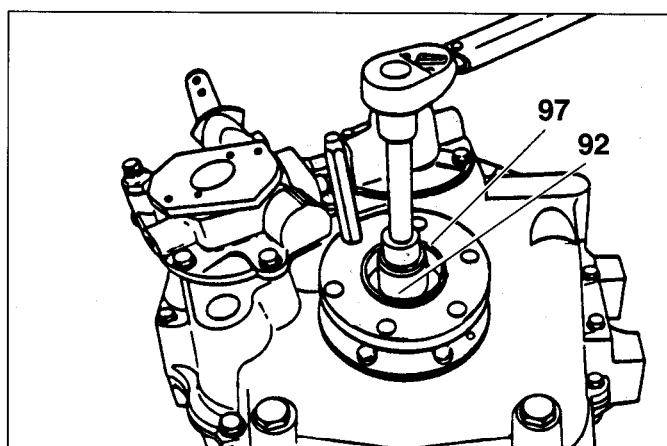
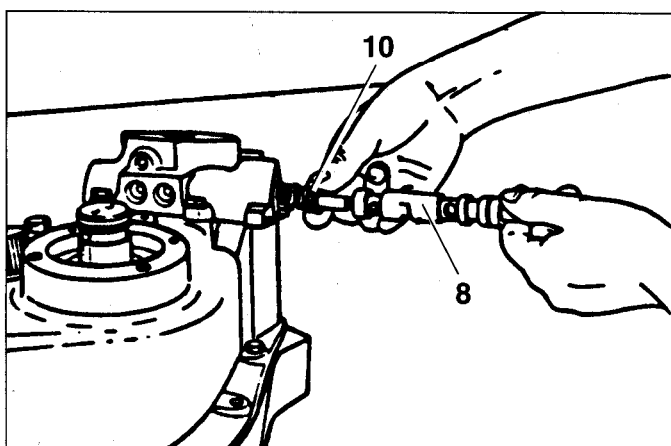

Fig. 45
Fig. 46
- 6a) Fissare il coperchio (80) e il distributore (7) alla carcassa usando le viti (11) e (35) e le rondelle (12). Coppia di serraggio: 22,5 Nm.
- 7) Montare sulla flangia (98) la guarnizione di tenuta (95). Montare la flangia (98) completa di anello OR (96). Serrare le viti con coppia di serraggio di 13 Nm.
- 8) Ricoprire con un leggero strato di grasso il labbro dell'anello di tenuta (95).
- 9) Montare la flangia (97) facendo attenzione a non rovinare il labbro dell'anello di tenuta. Montare la rondella (91), la rondella di sicurezza (92); avvitare la vite (93) con coppia di serraggio di 275 Nm (Fig. 45).
- 10) Montare sull'estremità dell'albero di rinvio il giunto (107), quindi la pompa (22). Avvitare le viti (21), complete di rosette (20), con coppia di serraggio di 13 Nm.
- 11) Introdurre nel supporto pompa olio (7) la cartuccia filtro (24), avvitare il tappo (26) completo di guarnizione (25). Coppia di serraggio: 50 Nm.
- 12) Introdurre nel corpo distributore il piattello (34), la molla (10), la valvola (9), l'albero (8) completo di anello OR (6) (Fig. 46).
- 7) Put the seal (95) into the flange (98). Put on the flange (98) complete with the OR ring (96). Lock the screws with a clamping couple of 13 Nm.
- 8) Cover the sealing ring lip (95) with a light layer of grease.
- 9) Put on the flange (97) taking care not to ruin the lip of the sealing ring. Put on the washer (91), the safety washer (92); tighten the screw (93) with the clamping couple of 275 Nm (Fig. 45).
- 10) Put the joint (107) on the extreme end of the counter shaft and then the pump (22). Tighten the screw (21) complete with washers (20), with a clamping couple of 13 Nm.
- 11) Introduce the filter cartridge (24) into the oil pump support (7) and screw down the tap (26) complete with seal (25). Tightening torque: 50 Nm.
- 12) Put the washer (34), the spring (10), the valve (9), the shaft (8) complete with OR ring (6) into the distributor casing (Fig. 46).